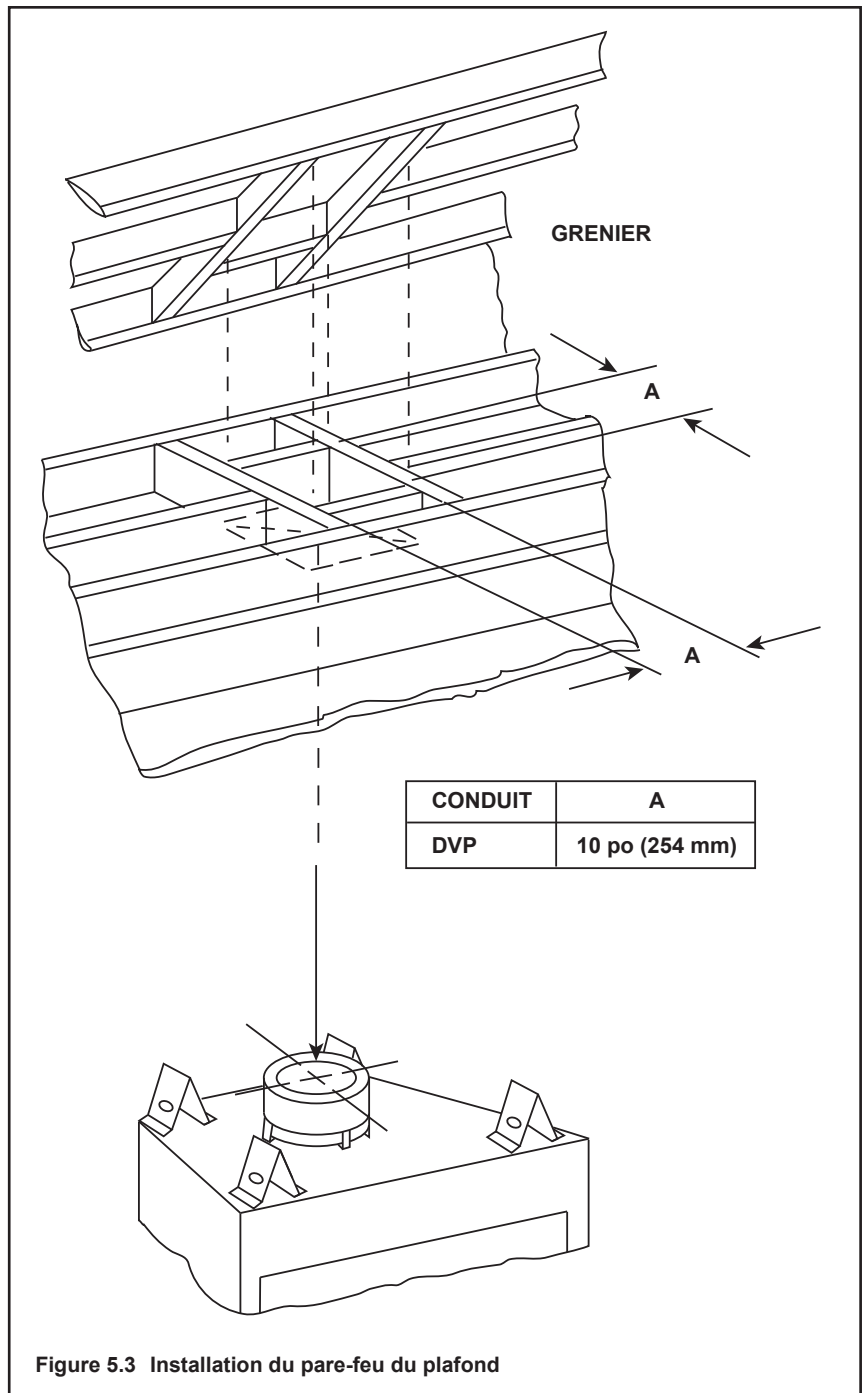

Figure 5.3 Installation du pare-feu du plafond
- Construisez une ouverture de 10 po sur 10 po (254 mm by 254 mm) lorsque le conduit traverse un plafond ou un plancher (consultez la figure 5.3).